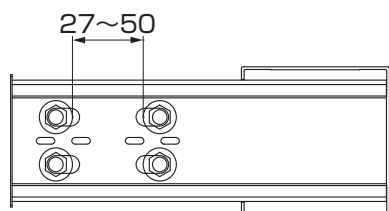
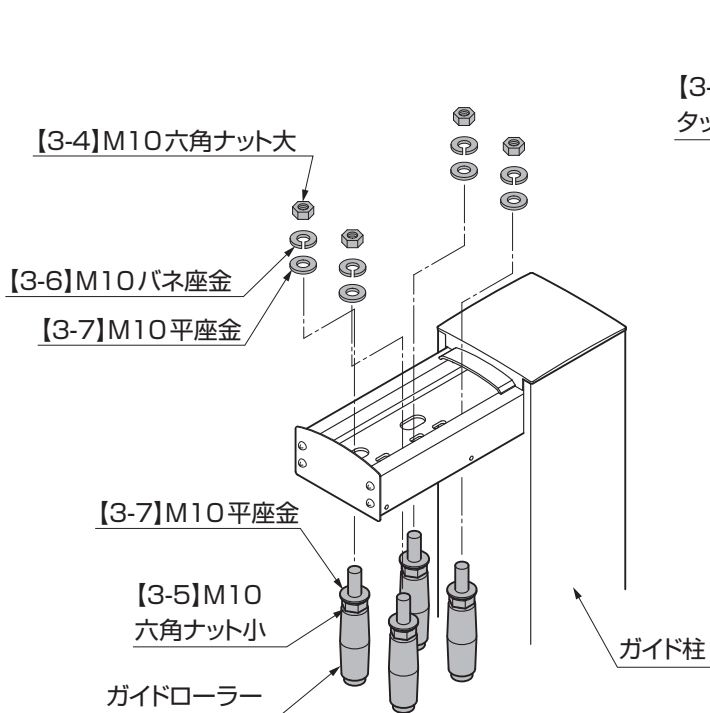

図9-1
図9-3
- ①ガイドローラーセットを取付け、引戸本体の幅に合わせてガイドローラーの幅を調整してください。(図9-1、図9-3参照)